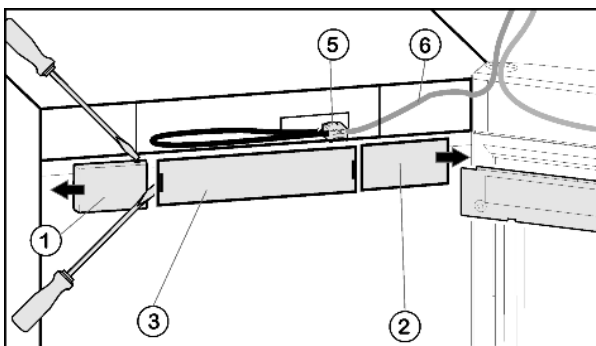

Fig. 4
- ▶ Снятие крышки со стороны ручки Fig. 4 (1): справа выведите из фиксатора при помощи плоской отвёртки и сдвиньте наружу.
- ▶ Снятие крышки со стороны шарнира Fig. 4 (2): слева выведите из фиксатора при помощи плоской отвёртки и сдвиньте наружу.
- ▶ Снимите переднюю накладку Fig. 4 (3) с помощью плоской отвертки.
- ▶ Снимите контакт и извлеките разъём Fig. 4 (5).
- ▶ Высвободите из направляющей серый кабель Fig. 4 (6).
- ▶ Снова установите разъем Fig. 4 (5).
- ▶ Снова установите крышку Fig. 4 (3).
- ▶ Установите крышку Fig. 4 (2) снаружи со стороны шарнира с поворотом на 180° и защёлкните ее.